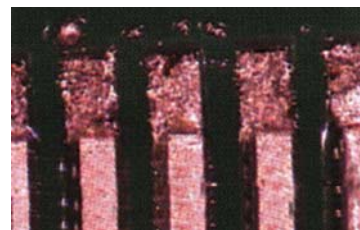

Рис. 2. Шарики припоя
2. **Шарики припоя** (см. рис. 2). Они образуются в результате разбрызгивания припоя. Это может быть связано с загрязнением пасты оксидами, слишком длительным периодом между нанесением пасты на плату и ее оплавлением, а также со скоростью нагрева.